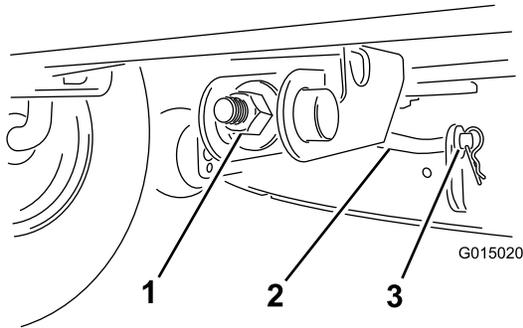

Bild 34
- Entfernen Sie den Splint und die Scheibe von der vorderen Stützstange (Bild 34) und senken Sie das Mähwerk vorsichtig auf den Boden ab.
- Befestigen Sie die vordere Stützstange mit der Scheibe und dem Splint am Mähwerk (Bild 34).